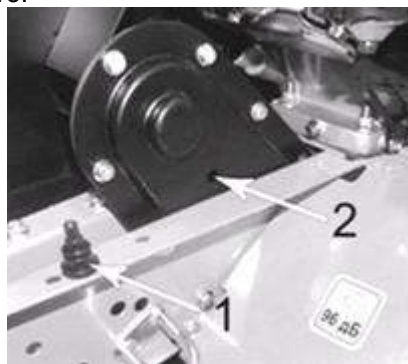

рис.8
- Выньте заглушку (1) из заливного отверстия (2) (рис.8)
- Установите заглушку (1) на место.